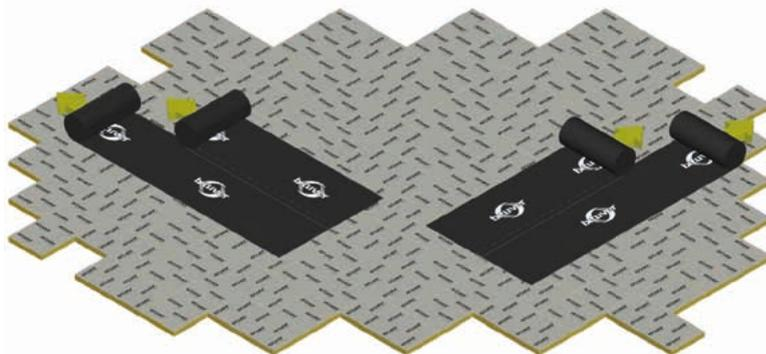

Figura 4
- > I pannelli termoisolanti, se di forma rettangolare, possono essere anche posati a spina di pesce e, di conseguenza, l'elemento di tenuta potrà essere posizionato sia trasversalmente che parallelamente alla direzione di pendenza (figura 4);